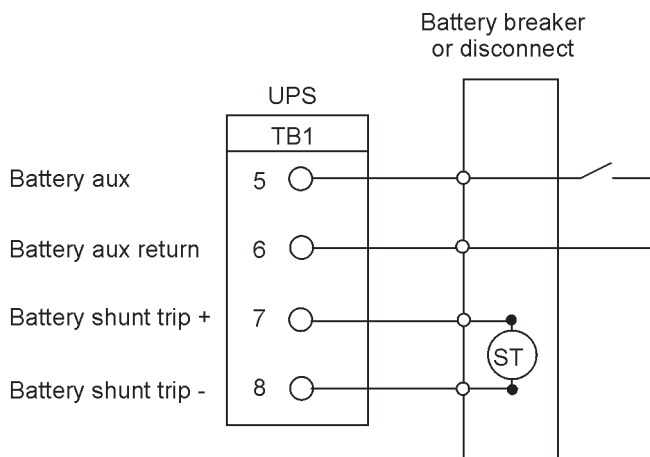

Рис. 4-11. Типовое подключение интерфейса аккумулятора
5. Расположение соответствующих клемм, а также требования по проводке и ее подключению см. на Табл. 4-1 на стр. 51 и с Рис. 4-9 по Рис. 4-11.